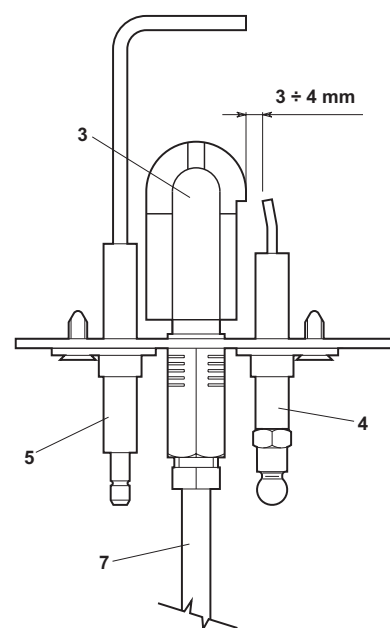

fig. 14
- Os eléctrodos não devem conter incrustações e devem estar posicionados correctamente (vide fig. 14).